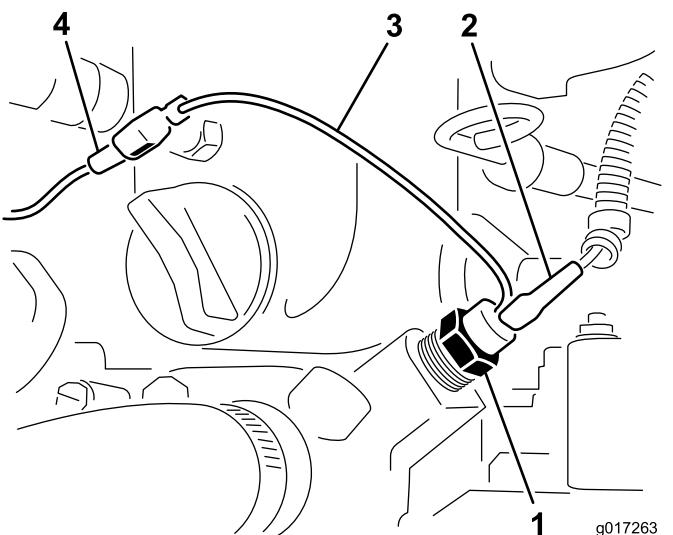

図 27
13. 付属品のデュアル温度スイッチのねじ山部分にテフロンテープを巻き、右側のスイッチが取り付けられていた場所に図27のように取り付ける。